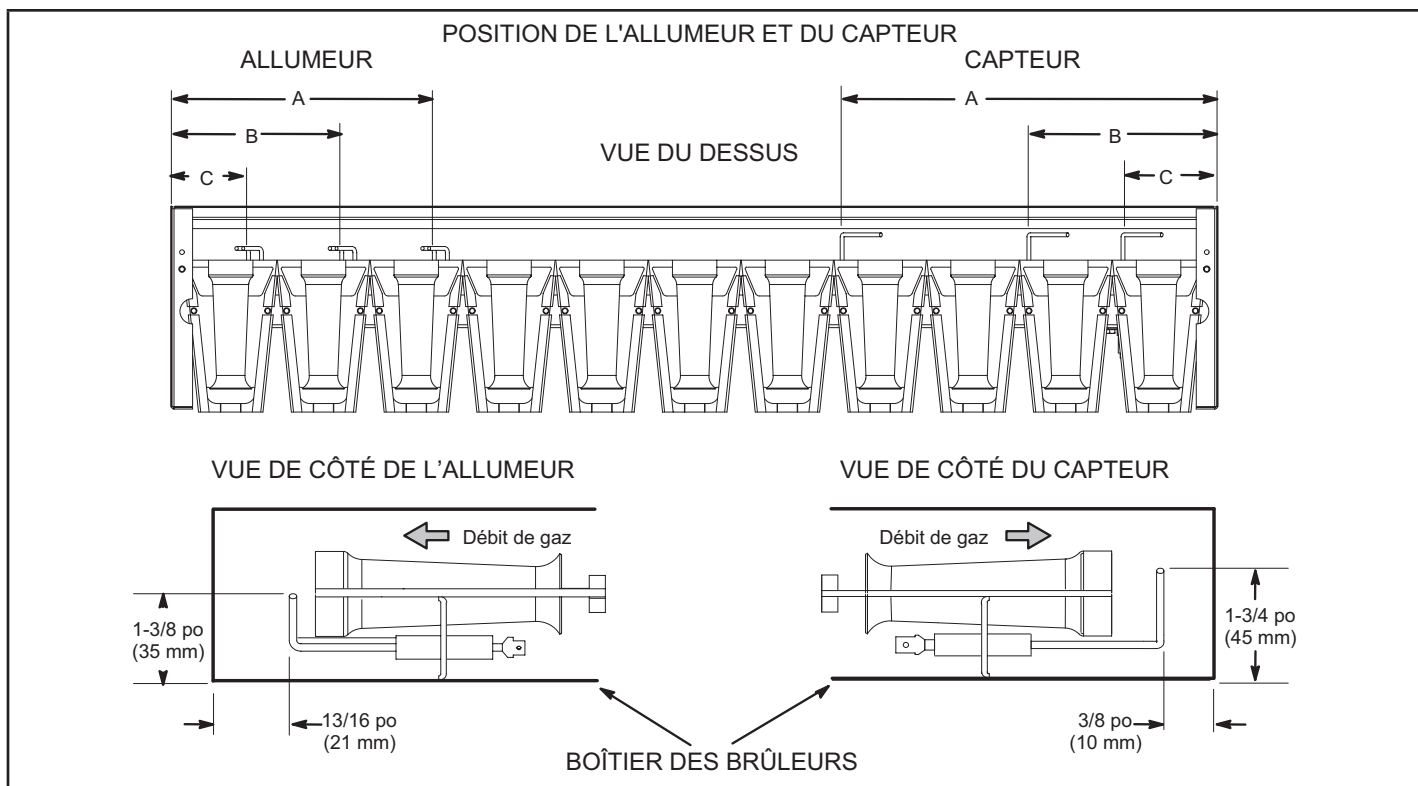

FIGURE 46
- 5 - Vérifier l'alignement de l'allumeur et du capteur comme indiqué à la FIGURE 46 et au TABLEAU 28.